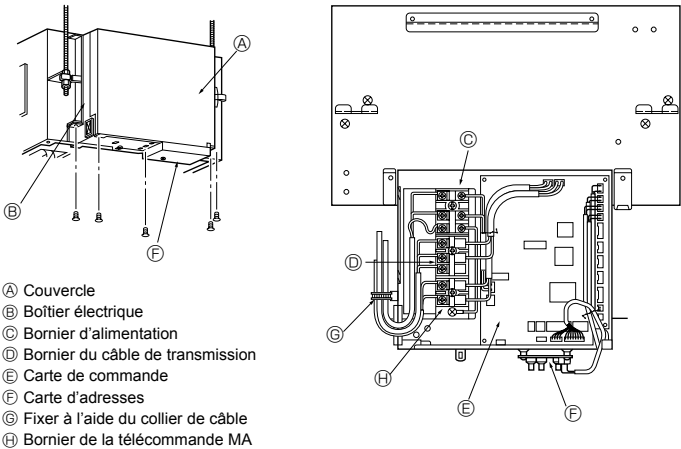

Fig. 4-1
4.1. Installation électrique (Fig. 4-1)